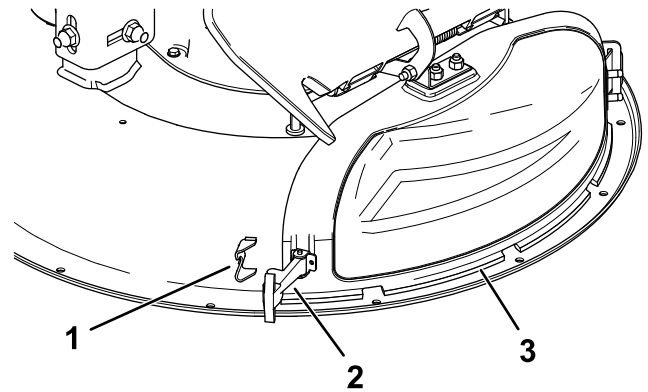

Рисунок 12
- Отсоедините гибкую защелку от держателя защелки на крышке выброса и поверните крышку выброса вправо (Рисунок 12).
6. Прикрепите крышку выброса к деке, зацепив гибкую защелку на крышке выброса за держатель на деке (Рисунок 12).